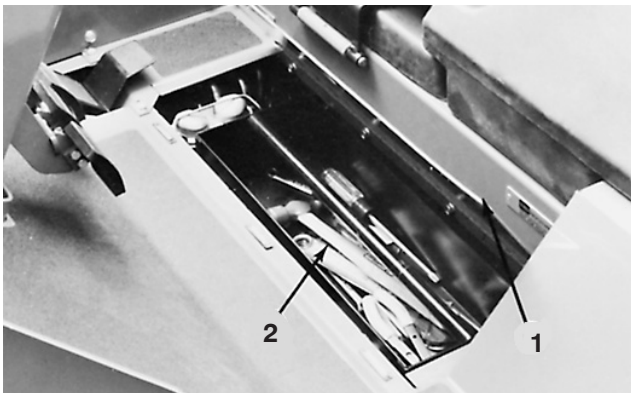

Figure 56
1. Soulevez le panneau de plancher devant le siège (Fig. 56). Sortez le bac à outils
2. Déposez la biellette d'inclinaison du plateau sous le plancher du groupe de déplacement (Fig. 56) et les goupilles "klik" des soudures du châssis du groupe de déplacement et du bras de relevage du plateau de coupe.